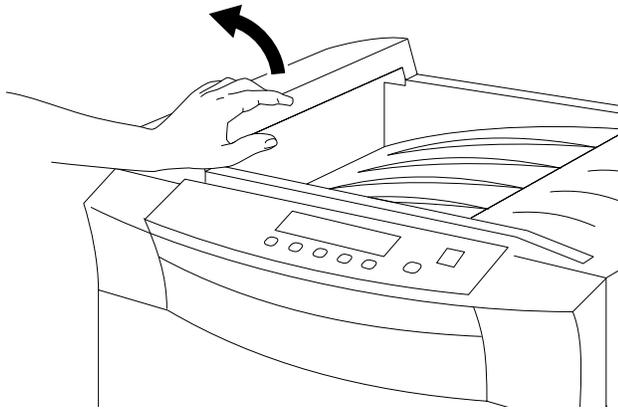

Figure 3-61 *Ouverture du couvercle d'éjection*
1. Ouvrez le couvercle de l'unité d'éjection comme illustré à la Figure 3-61.